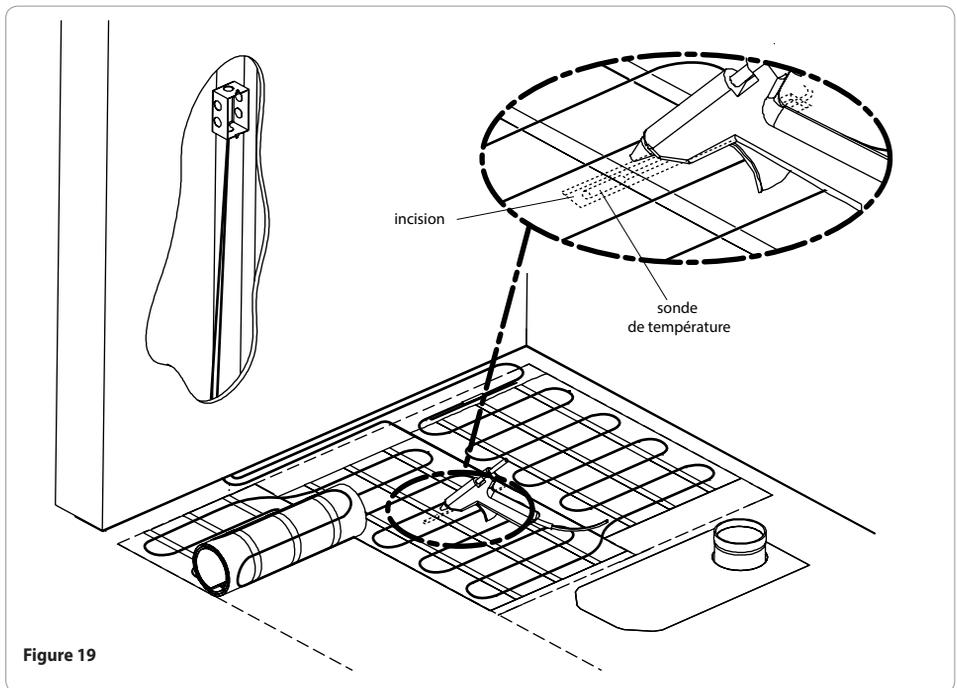

Figure 19
- Coller la sonde au sous-plancher (figure 19). Celle-ci doit être solidement fixée au sous-plancher afin de rester en place au moment de verser le ciment ou autre liant équivalent (colle à base de ciment, colle à céramique, ciment autonivelant).